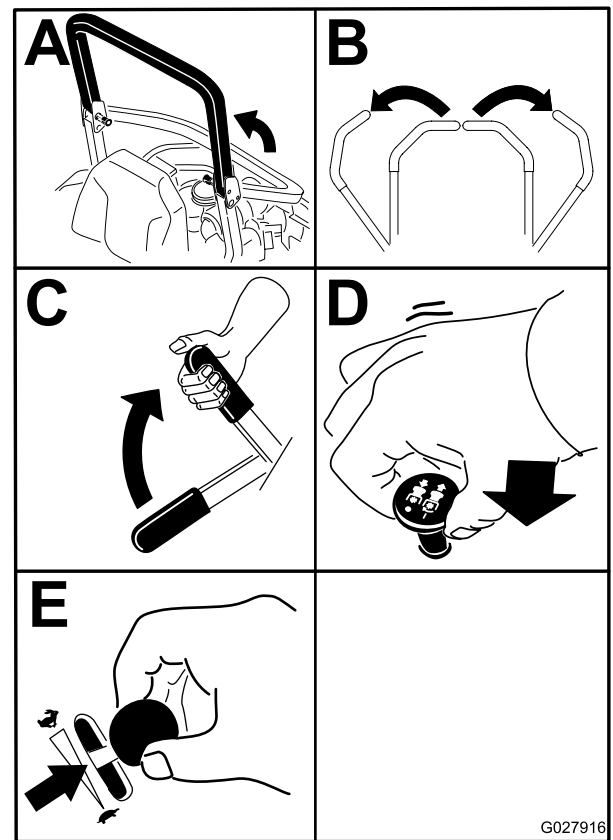

Figura 17
4. Mueva el mando de control de las cuchillas (TDF) a la posición de Desengranado (Figura 17).